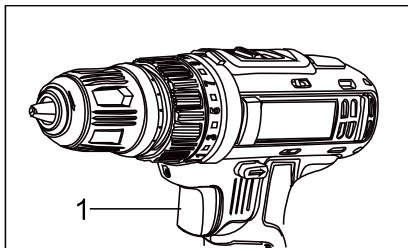

Рис.6
Шуруповерт оснащен кнопкой включения (1) с плавной регулировкой числа оборотов. Медленное вращение происходит при легком нажатии на кнопку и увеличивается при более сильном нажатии (Рис. 6).